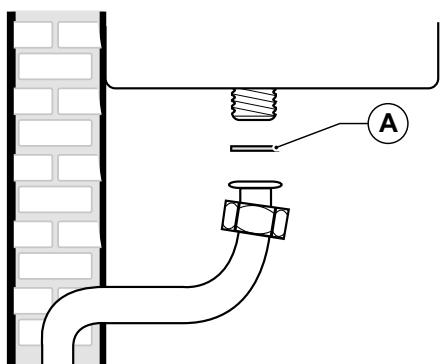

Рис. 21 Підключення газу
Підключення котла до лінії підводу газу слід ОБОВ'ЯЗКОВО здійснювати накидною гайкою із застосуванням в стиковій площині ущільнювальної прокладки (A) відповідного діаметру і з придатного для цієї мети матеріалу (див. Рис. 21 Підключення газу).